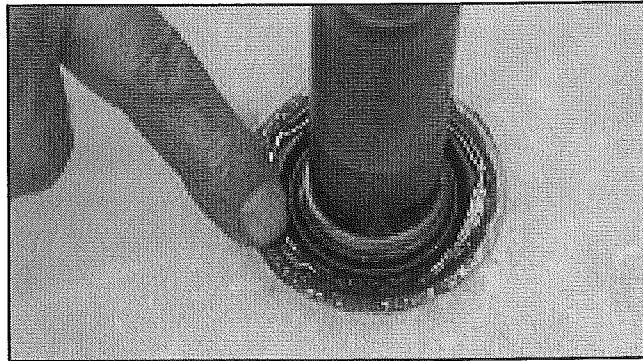

FIGURE 19
31. Pousser le joint de cuve à sa place à l'aide de la presse à joint. L'enfoncer au marteau jusqu'à ce qu'il arrive en butée. Ajouter un filet d'adhésif Pliobond au bord supérieur du joint et de la cuve (l'étaler avec le doigt). Voir *Figure 19*.